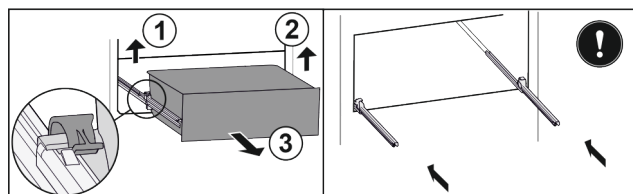

Fig. 26
- Повдигнете лявата скоба и едновременно с това изтеглете напред чекмеджето отляво Fig. 26 (1).
- Повдигнете дясната скоба и едновременно с това изтеглете напред чекмеджето отдясно Fig. 26 (2).
- Извадете чекмеджето напред Fig. 26 (3).